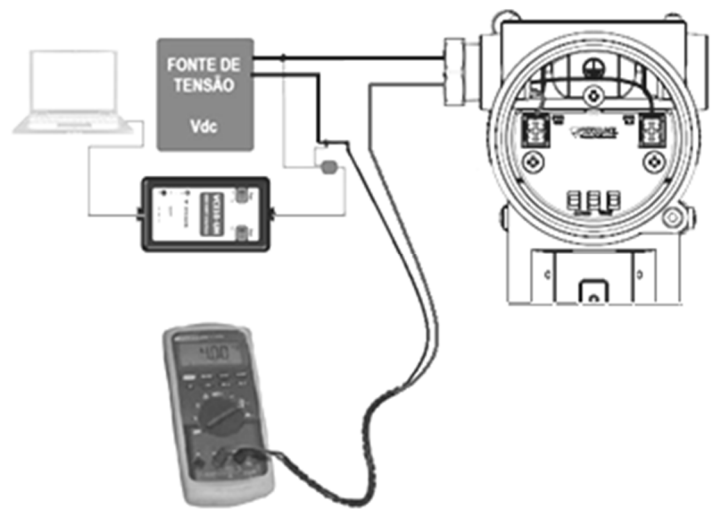

Figura 3.11 –Montagem para o trim de corrente do VPT11 HART.
Ajustes do sensor de pressão (calibração dos pontos inferior e superior, além do ponto de zero), da corrente de saída (4 mA e 20 mA) e do sensor de temperatura. A figura 3.11 mostra a ligação do multímetro com o transmissor para o trim de corrente. Veja mais detalhes no item 3.8, a seguir.
Após a geração da corrente fixa pelo transmissor, com um amperímetro conectado em série (veja figura 3.11), o usuário poderá verificar a real corrente gerada e enviá-la por meio de comandos HART® ao equipamento, que executará a calibração interna e passará a gerar a corrente corrigida, permitindo que o usuário veja a nova corrente no amperímetro conectado, automaticamente. Este processo pode ser repetido por quantas vezes o usuário julgar necessário, até que a corrente esteja perfeitamente calibrada em ambas as extremidades (4 mA e 20 mA).